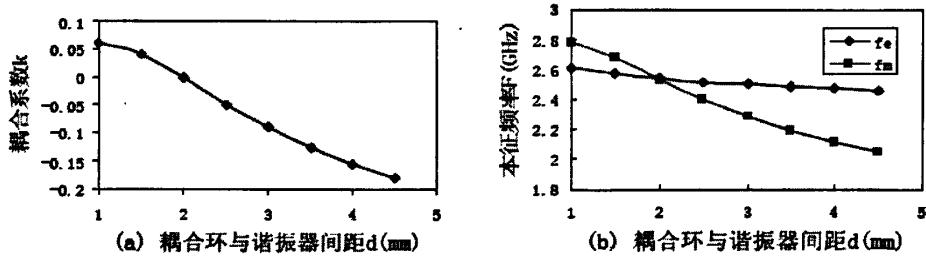

图4 耦合环与谐振器间距d对(a)耦合系数和(b)本征频率的影响
(2) 开环耦合结构: 图4(a),(b)分别显示了耦合环与谐振器间距 d 对耦合及本征频率的影响。由图4(a)可知,在随 d 的增大过程中,耦合系数线性下降,并在约 $d=1.8$ mm时,由正变负,即是由磁耦合变为电耦合,提醒设计者在设计过程中注意距离的变化引起耦合性质的变化。图4(b)表达了本征频率随间距 d 的变化,它们都随 d 成线性变化, f_m 变化幅度较大,而 f_e 相对变化较小,在约 $d=1.8$ mm时相交。